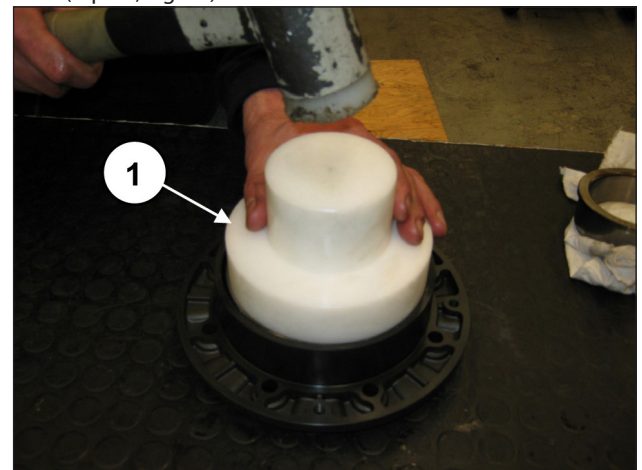
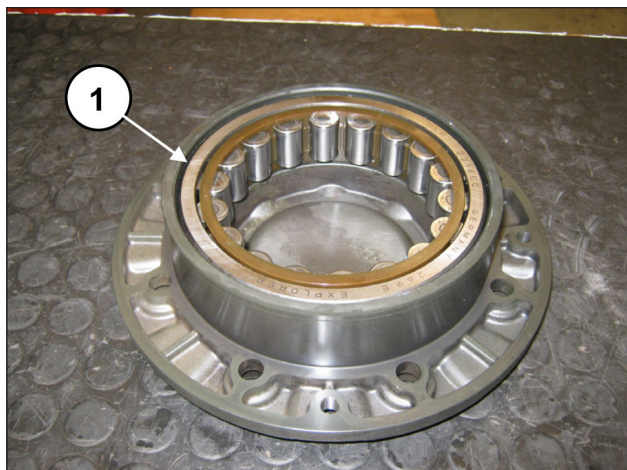

Fig. 55
Fig. 56
Répéter l'opération sur le couvercle du coussinet en prémontrant la bague externe du coussinet du vilebrequin à l'aide de l'outil réf. 27605000 (rep. ①, Fig. 55) et le pousser à fond (rep. ①, Fig. 56).